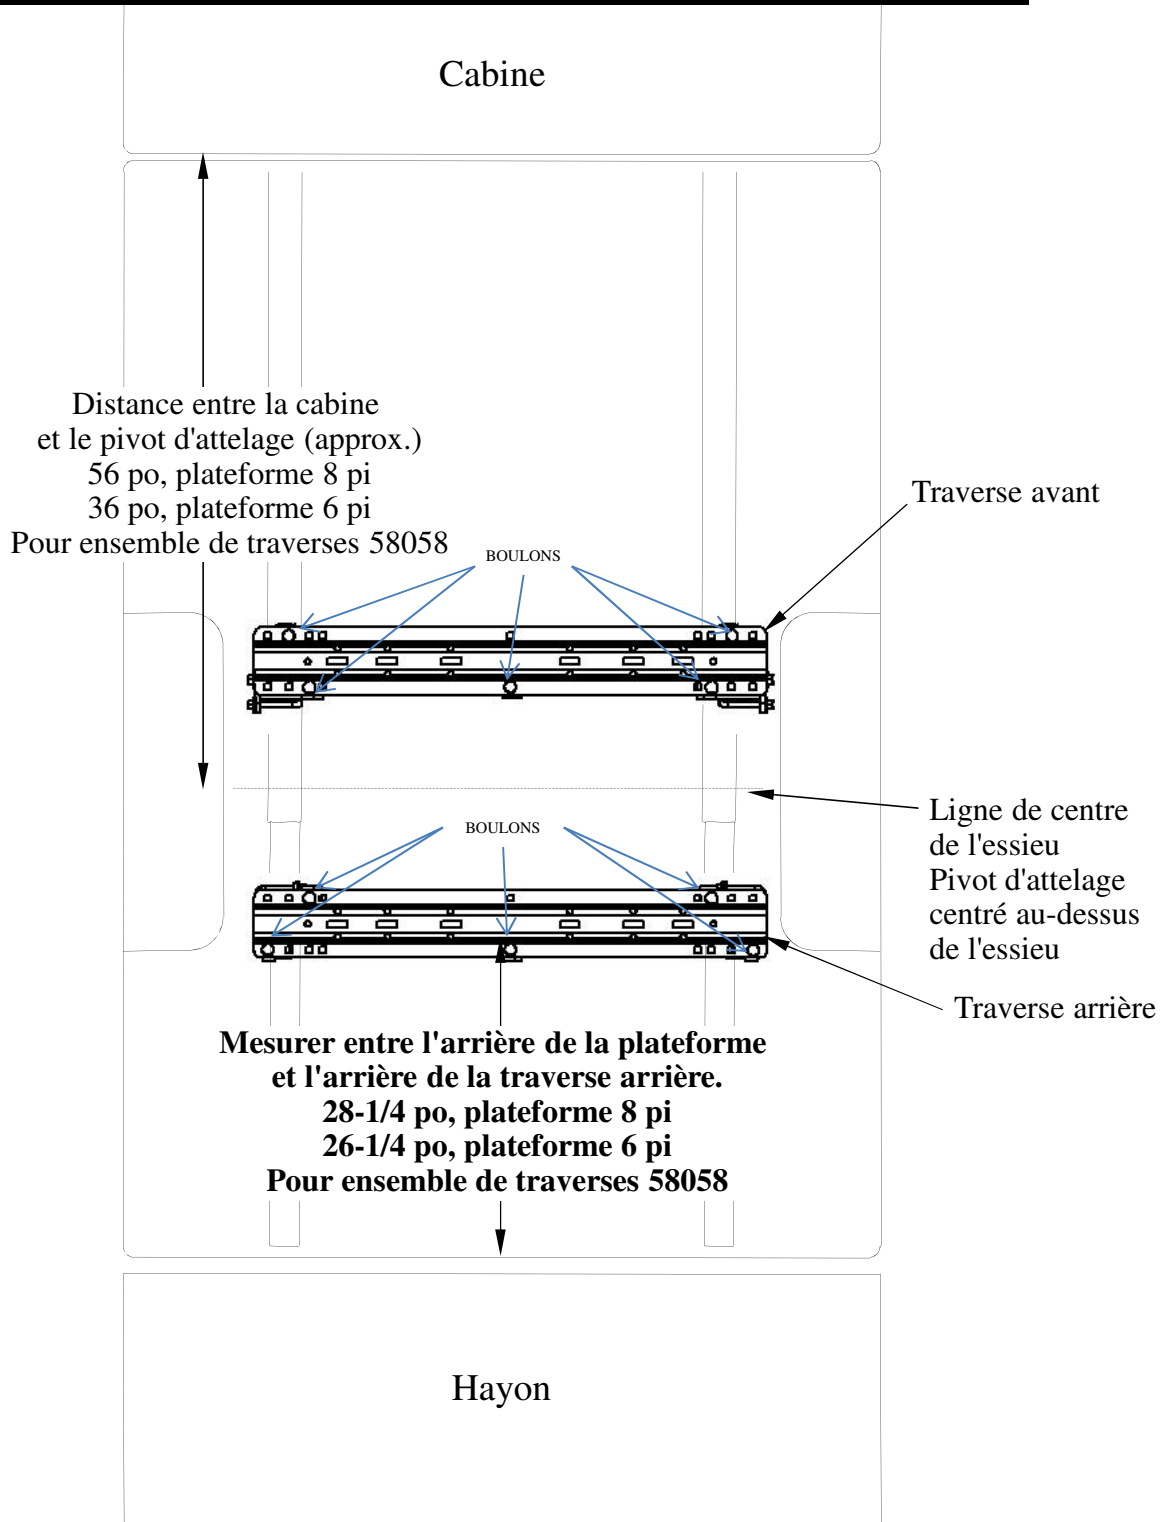

Figure 3
3. Placer la traverse de montage arrière dans la caisse de la camionnette. À l'aide du ruban à mesurer, centrer la traverse du plancher de caisse, et déterminer la distance appropriée à partir du bord arrière de la caisse, comme illustré à la Figure 3 de la page 24.
4. Marquer l'emplacement des trous à l'aide d'un pointeau, comme illustré à la Figure 3. Écarter la traverse et percer chaque marque à l'aide d'une mèche 1/8 po. La rangée frontale de trous sur la traverse arrière doit passer à travers le support de plateforme.